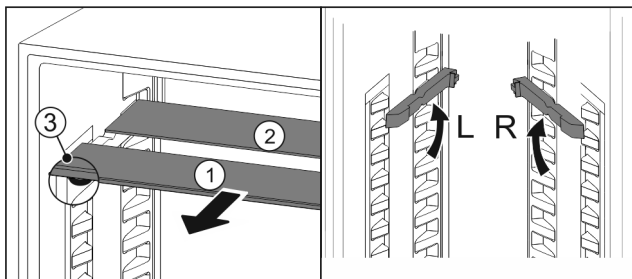

Fig. 100
- Glasplaten afzonderlijk vanaf de voorkant eruit trekken Fig. 100 (1).
- ▷ Glasplaat Fig. 100 (1) met sierlijst ligt voor.
- ▷ Stops Fig. 100 (3) zijn naar onder gericht.